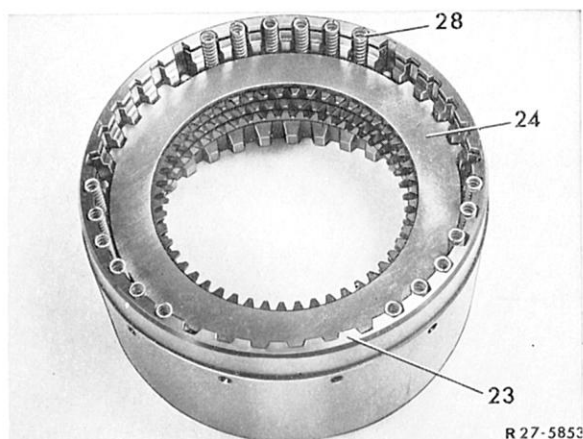

Bild 27-3/36
3 Die 18 Rückholfedern (28) und Lamellenpaket (24) aus der Bremstrommel (23) herausnehmen (Bild 27-3/36).